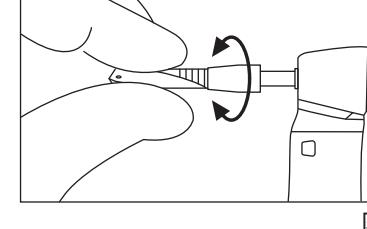

図4
- バー、またはドリルをチャックへ挿し込み、軽く回し半月部分が合う位置を探してください（図4）。位置が合うと一段奥に入ります。